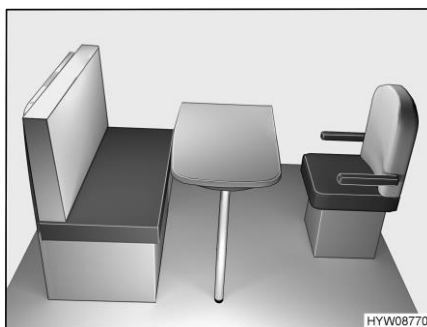

Fig. 70 Avant la transformation
- Tourner le siège conducteur en direction de la table (Fig. 70).